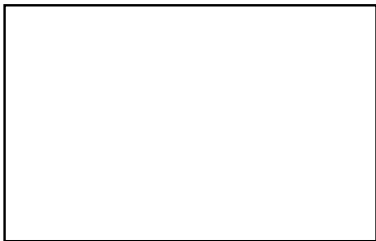

fig. 6
- Quite el crique **A-fig. 6**, llave de rueda **B-fig. 6** y destornillador ubicado del otro lado del soporte – detalle **fig. 6** (solamente para algunas versiones).